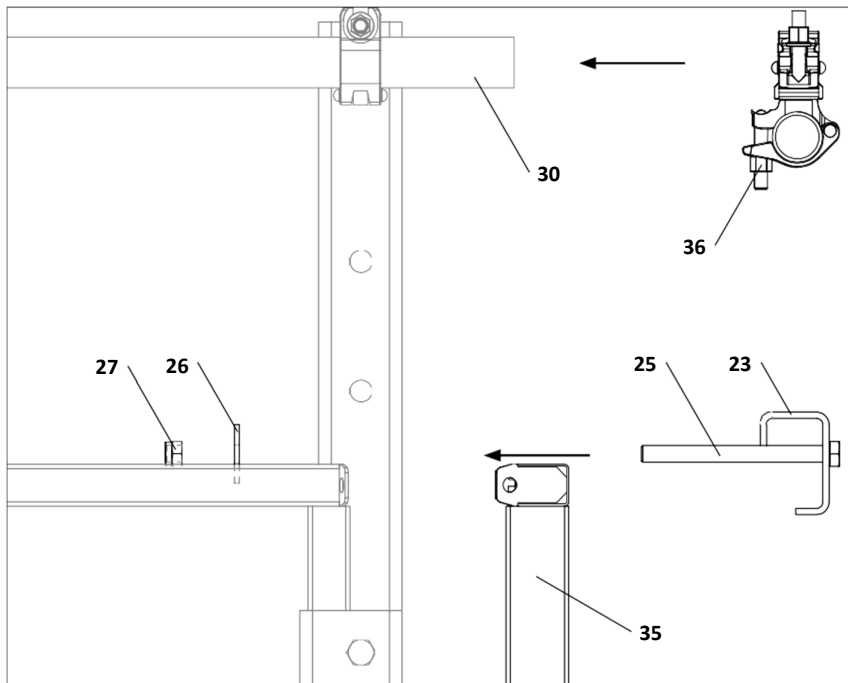

Fig. B3.10a
3. Kiinnitä 1x Kääntyvä liitin DK 48/48 (36) Sivukaiteiden telineputkien \varnothing 48.3 x 3.2, l = 4.0 m (30) lastaustason päädyn puoleisiin päihin. (Fig. B3.10a)